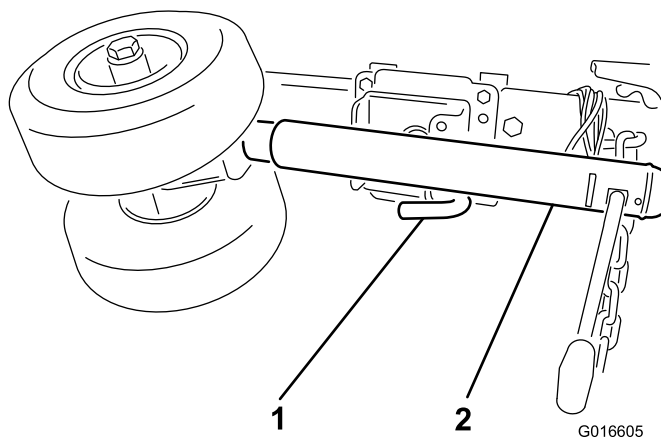

Figura 6
8. Levante la pata de apoyo hasta que las ruedas giratorias estén separadas del suelo, tire del pasador de liberación y gire las ruedas hacia atrás, y bloquéelas en posición horizontal (Figura 6).